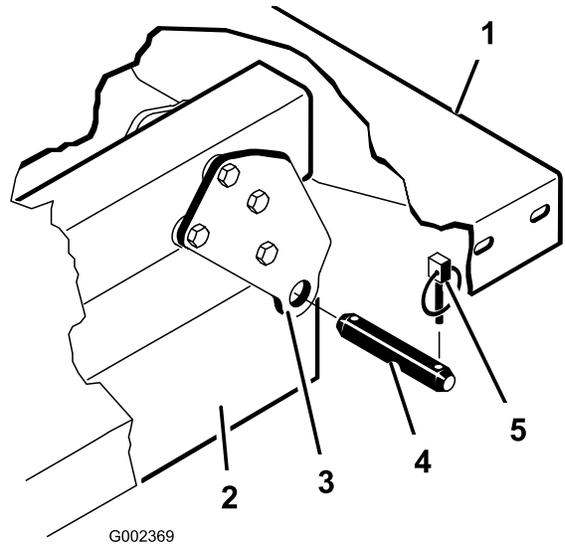

Figura 35
**Nota:** Asegúrese de que las placas de giro traseras están atornilladas al perfil del bastidor de la plataforma con el extremo inferior inclinado hacia atrás (Figura 35).